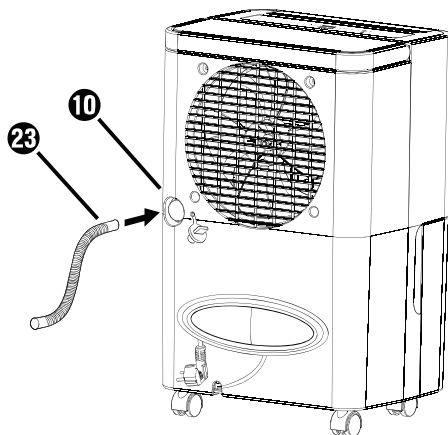

Fig. 4
- ◆ Togliere il tappo ⑨ dall'apertura di uscita dell'acqua ⑩.
- ◆ Applicare il tubo flessibile ②③ fornito o l'adattatore UE per tubi da giardino ②④ all'apertura di uscita dell'acqua ⑩ (vedere figure 4 e 5).